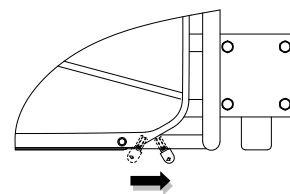
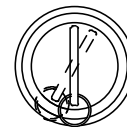

図5
図6
- ① エンジンは急に止めないでください。
- ② エンジンのスピードコントロールレバーを低速 (SLOW) にして (図5) キースイッチのキーを「OFF」にします。(図6) ※燃料コックを閉めてください。
- ③ エンジンよりキーを抜いてください。